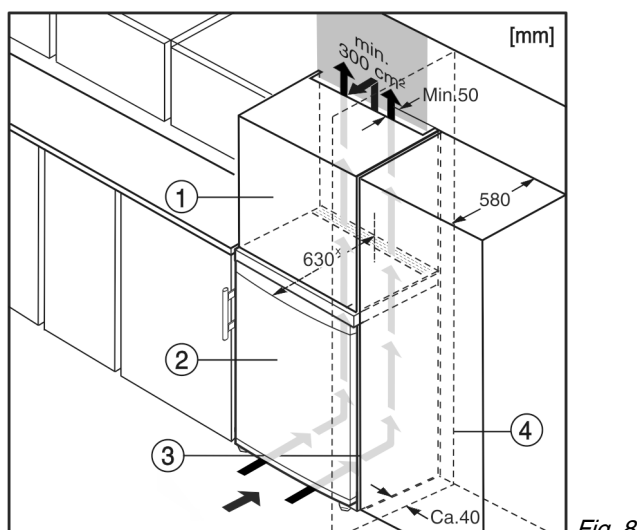

Fig. 8
Aparatul poate fi refăcut cu dulapuri de bucătărie. Pentru a aduce aparatul Fig. 8 (2) la același nivel cu mobilierul de bucătărie, se poate monta deasupra aparatului un dulap suspendat Fig. 8 (1).
La integrarea în dulapurile de bucătărie (adâncime maximă 580 mm), aparatul poate fi amplasat direct lângă dulapul de bucătărie Fig. 8 (3). Aparatul iese în afară în partea laterală cu 34 mm \*, iar în centrul aparatului cu 50 mm \*, în raport cu suprafața frontală a dulapului de bucătărie.
Atunci când aparatul este montat cu balamalele lângă un perete Fig. 8 (4), distanța dintre aparat și perete trebuie să fie de minim 40 mm. Această valoare corespunde proeminenței mânerului cu ușa deschisă.